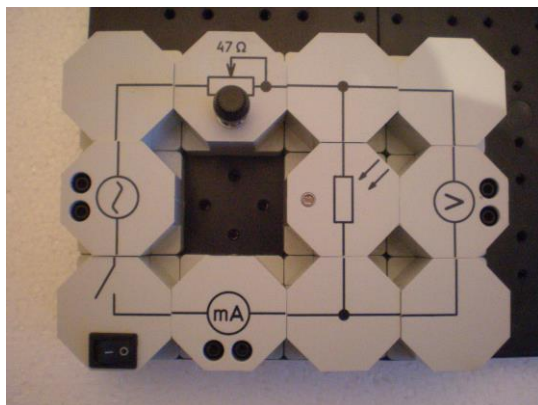

Рис. 10.
1. Скласти електричне коло за схемою рис. 9. (загальна установка наведена на рис. 10).